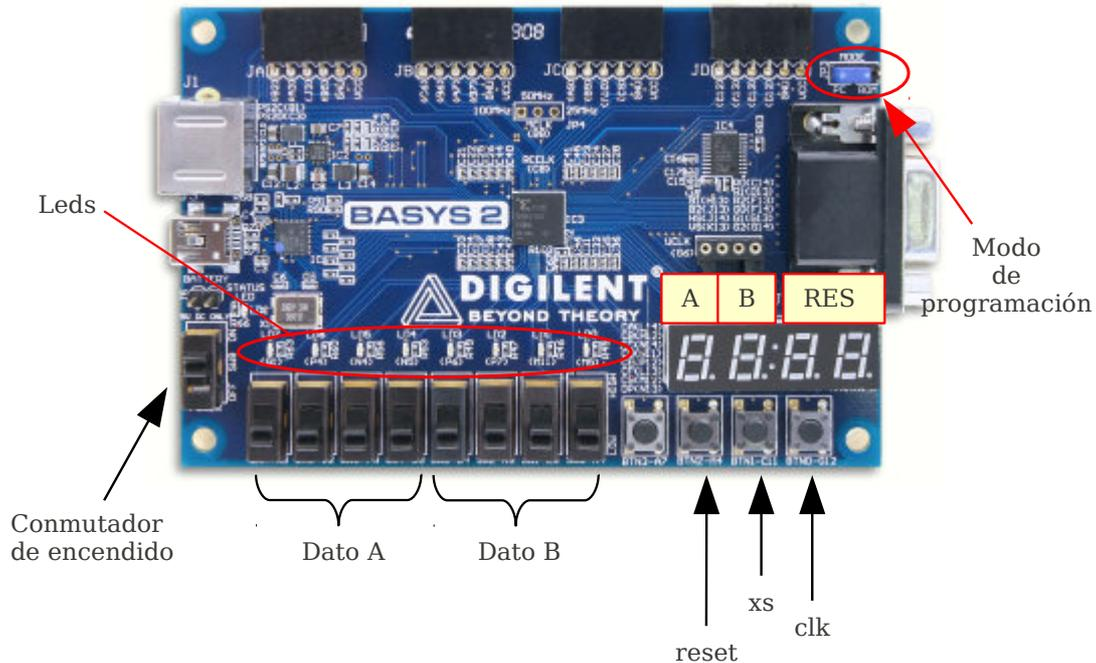

Figura 7. Fotografía de la placa de desarrollo Basys2
La figura 7 muestra una fotografía de la placa de desarrollo. Para este diseño digital los 4 primeros conmutadores permiten introducir en binario el dato A. Simultáneamente el primer dígito del display mostrará en hexadecimal el número establecido según se cambien estos conmutadores. Con el dato B sucede lo mismo, sólo que con los últimos cuatro conmutadores y el segundo dígito del display. El resultado (formado por SUMH y SUML) se irá mostrando ciclo a ciclo de reloj en los dos últimos dígitos del display.
4.1. Compruebe en la placa el modo de programación establecido, para ello fíjese en la figura 7 donde está situado el conmutador *Modo de Programación*. Asegúrese que está en modo *PC*.
5. En la figura 7 se mostraba la interconexión de los componentes de la placa de desarrollo con el módulo multiplicador desarrollado. Fijándose en esta figura, utilice los conmutadores y los botones para realizar la multiplicación de varios números y compruebe si el resultado es correcto. El procedimiento es: